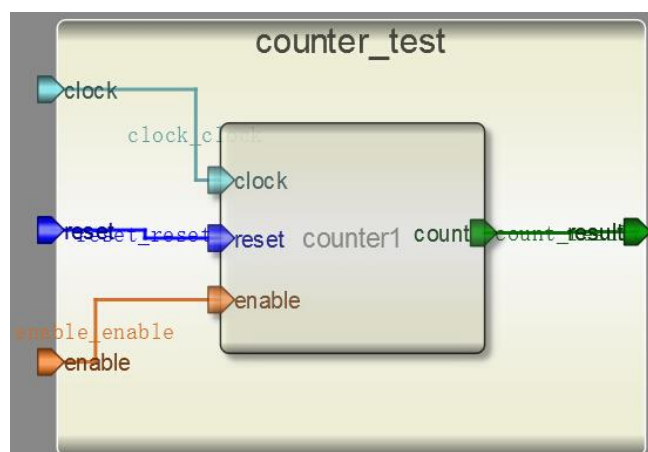

图 2-2-10 连接引脚
(5) 连接引脚。点击工具栏中的  图标，或者选择菜单“Tool”中的“Connect”，如图 2-2-10 所示，连接引脚。这个时候，注意查看连接线的颜色。如果鼠标要变回选择模式，点击图标 .